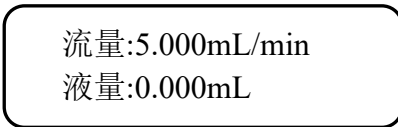
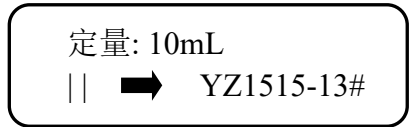

图 8
图 9
(5) 流量模式下开启定量功能，如图 8 和图 9（这 2 个界面通过【返回键】切换）：